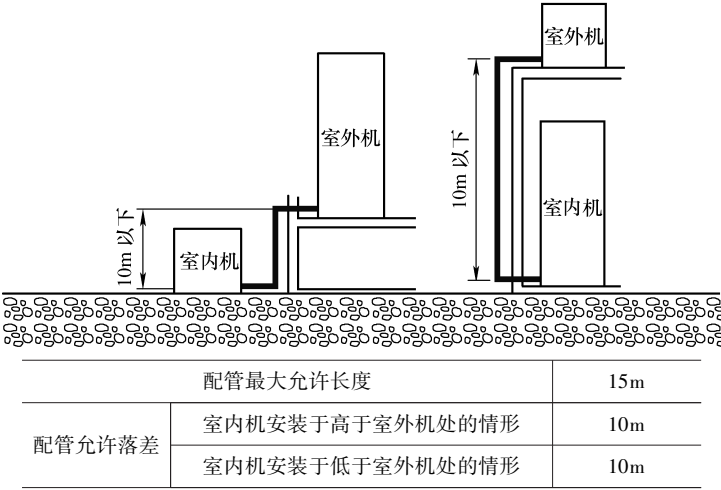

图 5-3 室内、外机连接配管长度
(4) 室内、外机连接配管长度。随机附件的配管为标准长度；如果配管长度延长，产品性能将会下降，使用寿命缩短，因此，安装场所应选择尽可能缩短的地方；安装场所应选择配管折弯 10 处以下的地方。室内、外机连接配管长度如图 5-3 所示。